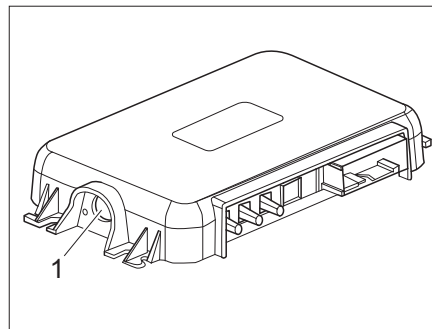

Bild 299 Kopplingsknapp på SCU
- Tryck på SCU:s kopplingsknapp (Bild 299,1).